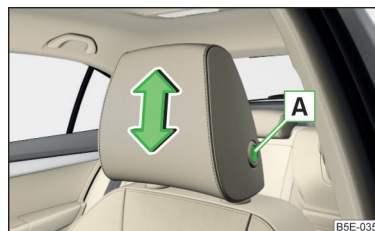

Fig. 73
- Presionar la tecla de seguridad **A** y mantenerla presionada » fig. 73.